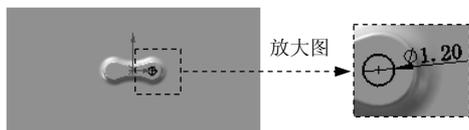

图 4.4.18 横断面草图
(3) 绘制草图。在草绘环境中绘制图 4.4.18 所示的横断面草图，此处创建的草图将作为投影草图，以在模型表面形成分割面。
(4) 选择下拉菜单 **插入(I)** → **退出草图** 命令，退出草图设计环境。